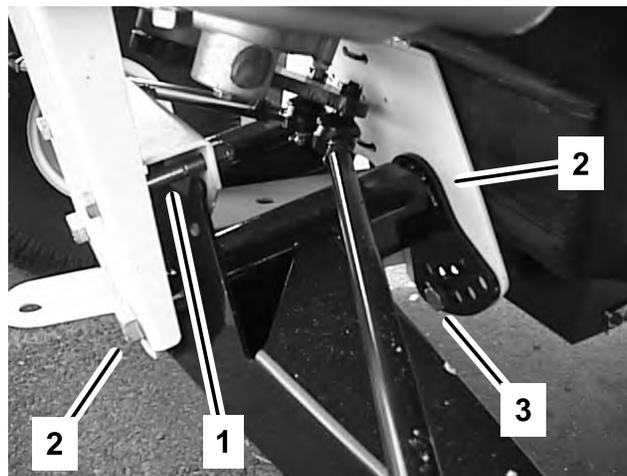

Bild 42
- Entfernen Sie die Anschlagsschraube (Bild 42).
- Lockern Sie die Zentrierschrauben im vorderen A-Arm (Bild 42).
- Entfernen Sie die Fahrhöhe-Einstellschraube (Bild 42).
- Drehen Sie den vorderen A-Arm in die gewünschte Stellung (siehe die nachstehenden Hinweise) und schrauben die Fahrhöhe-Einstellschraube wieder ein (Bild 42).
7. Ersetzen Sie die Anschlagschraube (Bild 42).